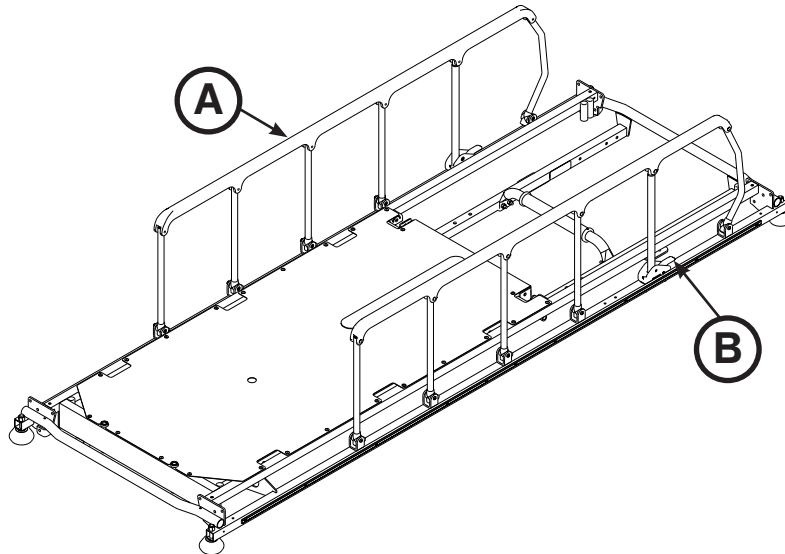

Abbildung 4: Seitengitter
**Zum Hochstellen der Seitengitter** das Seitengitter (A) hochziehen und in die höchste Position bringen, bis die Verriegelung (B) einrastet, wie in Abbildung 4 dargestellt.
**Zum Absenken der Seitengitter** die Verriegelung (B) hochziehen und das Seitengitter in die unterste Position bringen, wie in Abbildung 4 dargestellt.